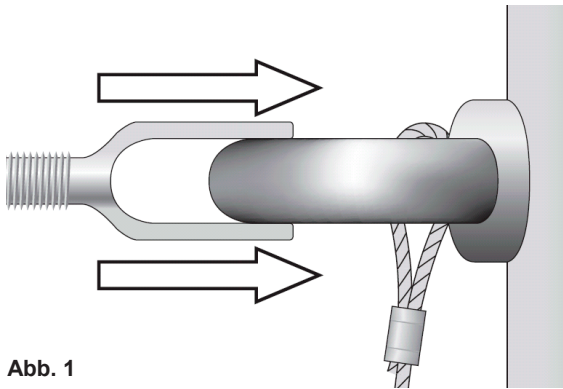

Abb. 1
- Gabelkopf über Bohrung am Mastbeschlag positionieren (Abb. 1)